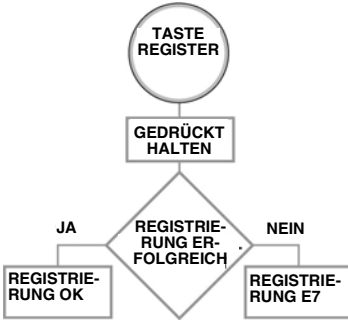

ABB. 3
3. Auf dem Display erscheint "REGISTER OK" wie in ABB. 3, Seite 5 dargestellt, sobald der TLM in der Pulse-Software registriert ist.
Wenn der TLM in der Pulse-Software nicht registriert werden kann, erscheint die Fehlermeldung "REGISTER E7" auf dem Display (siehe Schritt 1, ABB. 3).